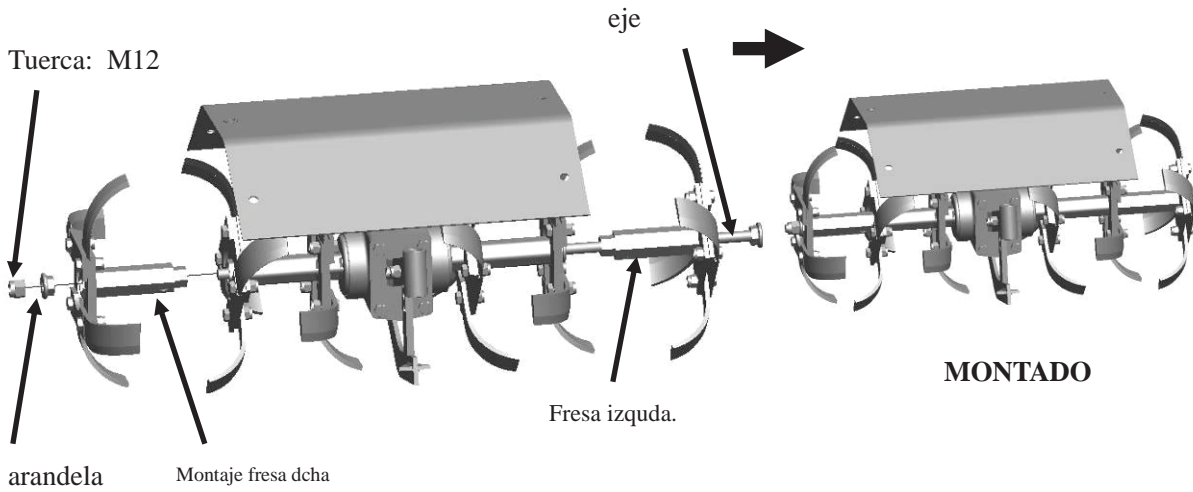

Figura 1
1. Guíese por la figura 1 para montaje del rotovalor. la derecha de la flecha cómo debe quedar montado